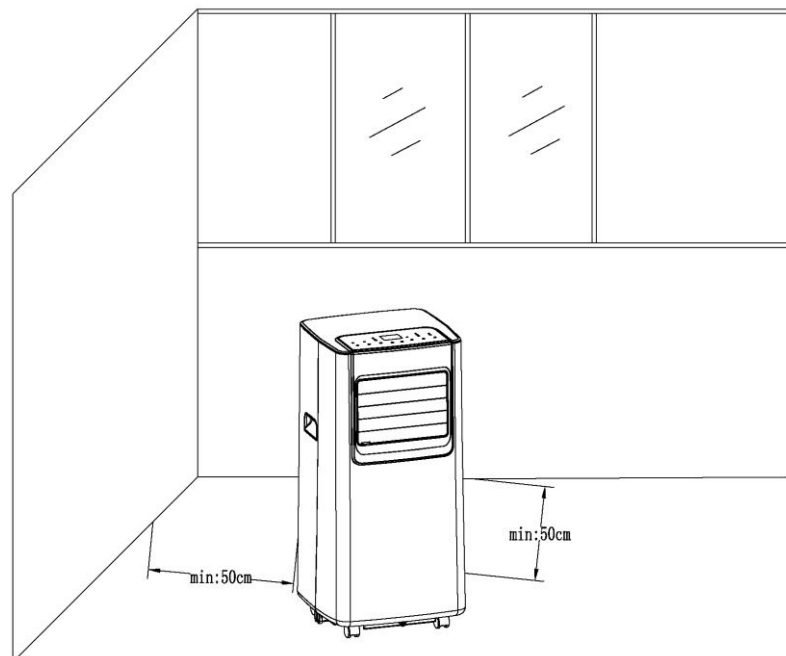

Fig.4
1) Déplacez la machine avec le caloduc et les raccords installés devant la fenêtre. La distance entre la machine et les murs ou tout autre objet doit être au minimum de 50 cm (comme indiqué sur la Fig.4).